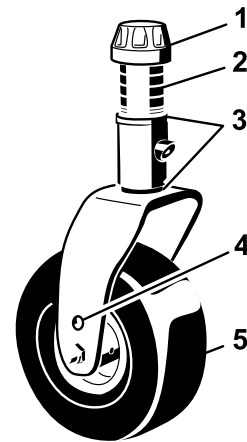

Figure 24
3. Enlevez le chapeau de tension de l'axe de pivot (Figure 24) et sortez l'axe du bras de pivot. Replacez les 2 cales (3 mm) sur l'axe de pivot comme à l'origine. Insérez le nombre correct d'entretoises de 13 mm sur l'axe pour obtenir la hauteur de coupe voulue.
4. Poussez l'axe de pivot dans le bras pivotant avant. Installez les cales (comme à l'origine) et les entretoises restantes sur l'axe de pivot. Fixez l'ensemble avec le chapeau de tension (Figure 24).